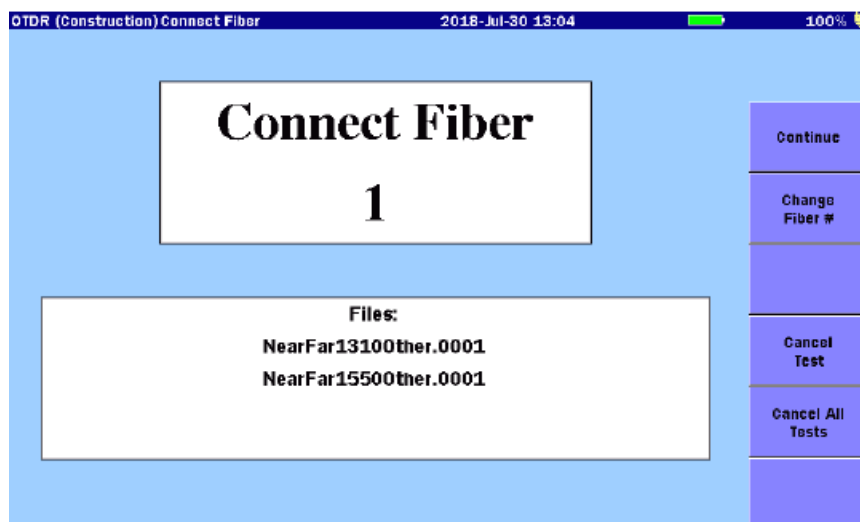

Рисунок 6.4-1 Экран присоединения волокна
ACCESS Master начинает тестирование волокна, если дотронуться до **Continue** на экране **Connect Fiber** (рисунок 6.4-1).
6. Дотроньтесь до **Continue**. Появится экран присоединения волокна (рисунок 6.4-1).